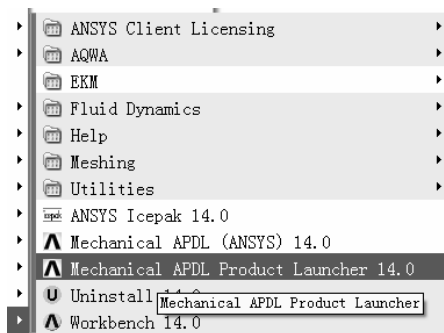
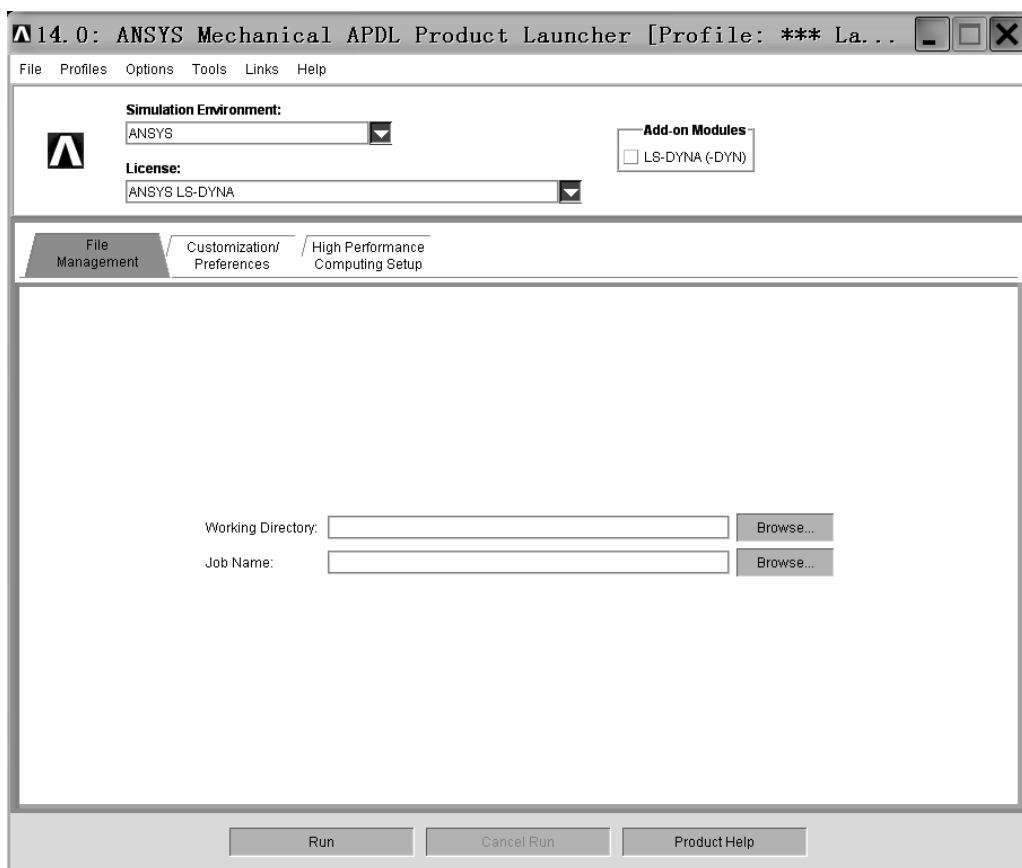

图 4-37 “Mechanical APDL Product Launcher 14.0”图标
图 4-38 “14.0: ANSYS Mechanical APDL Product Launcher [Profile:\*\*\*La...”窗口
(1) 在“开始”菜单中指向“ANSYS 14.0”文件夹，出现“Mechanical APDL Product Launcher 14.0”图标（见图 4-37）。单击“Mechanical APDL Product Launcher 14.0”图标，弹出“14.0: ANSYS Mechanical APDL Product Launcher [Profile:\*\*\*La...”窗口（见图 4-38）。